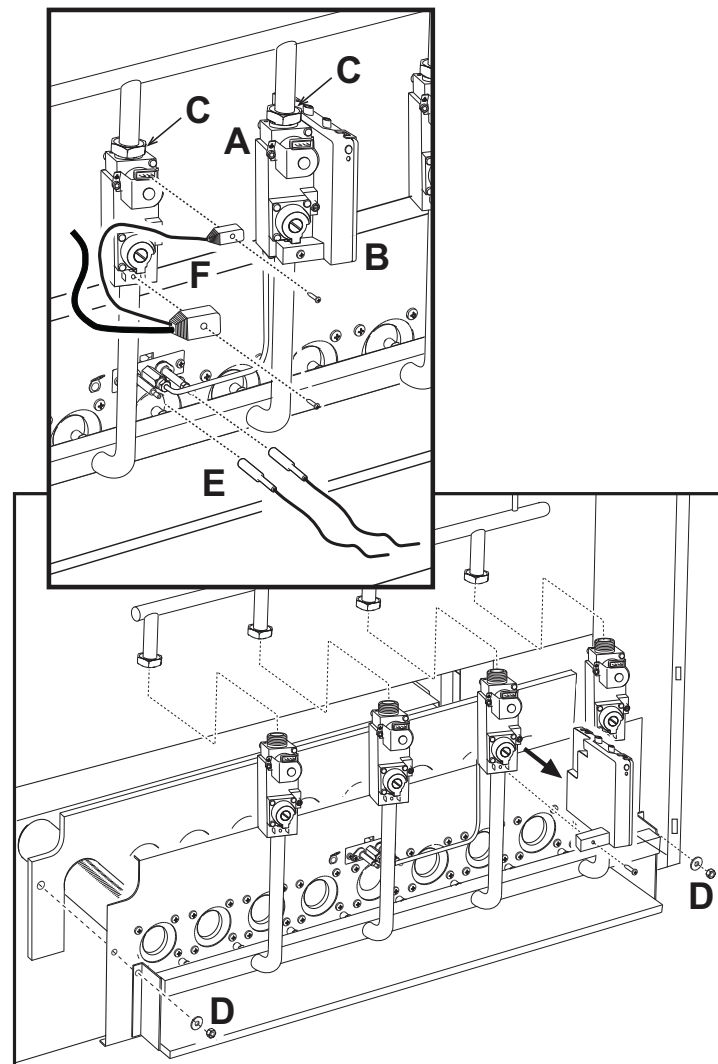

fig. 7 - Desmontaje y limpieza de los quemadores
- Desenroscar los dos tornillos de fijación y extraer la centralita electrónica de control de la llama (**B** - fig. 7) de la válvula del gas (**A** - fig. 7).
- Desenroscar las tuercas que fijan el tubo de entrada de gas en posición previa a las válvulas del gas (**C** - fig. 7).
- Desenroscar las dos tuercas que fijan la puerta de la cámara de combustión a los elementos en fundición de la caldera (**D** - fig. 7).